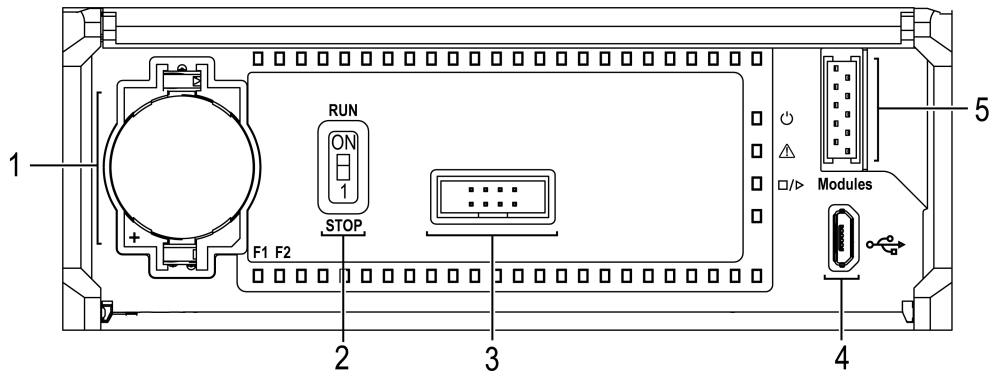

Abb. 6.3 Vordere Abdeckung geöffnet
Um den E/A-Modus zu aktivieren, schalten Sie den RUN/STOP-Schalter (Abb. 6.3, Pos. 2) in die **STOP**-Position.
Eine voll aufgeladene Pufferbatterie (Abb. 6.3, Pos. 1) gewährleistet einen unterbrechungsfreien Betrieb der eingebauten RTC für 5 Jahre. Bei Betrieb bei einer Temperatur nahe den Grenzen des Betriebsbereichs (Tab. 3.6) wird die Betriebszeit der Batterie verkürzt. Zum Batteriewechsel siehe Abschn. 8.2.
1. Verbinden Sie die PR102-Programmierschnittstelle (Abb. 6.3, Pos. 4) über ein USB-auf-microUSB-Verbindungskabel mit dem PC.